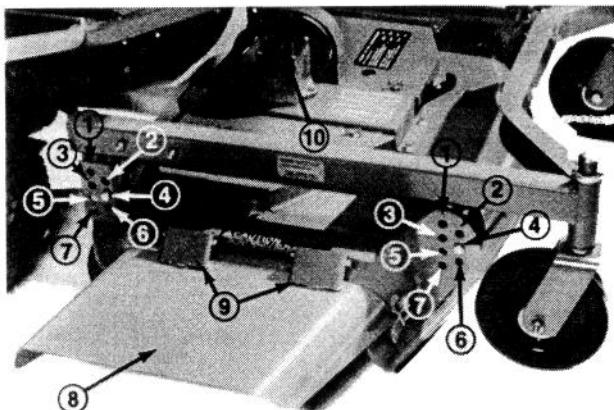

Bild 1
Die Schnitthöhe ist einstellbar von 25 bis 102 mm in Abstufungen von 13 mm, indem vier Steckstifte in verschiedene Positionen in die Schnitthöheneinstellprofile an den Ecken des Schnittwerkes eingesteckt werden (Bild 1).
Das Prallblech (Bild 1) ist eine Schutzvorrichtung, die Schnittgut und andere ausgeworfene Fremdkörper nach unten ablenkt. Ohne am Schnittwerk montiertes Prallblech und unter Federdruck stehenden Scharniere, mit denen das Prallblech abgesichert ist, können die Messer Schnittgut und Fremdkörper mit solcher Kraft aus dem Auswurfschlitz heraus-schleudern, daß Personen verletzt oder Gegenstände beschädigt werden könnten. Sind Prallblech oder Federscharniere abgenutzt, zerbrochen oder defekt, müssen betroffene Teile instand gesetzt oder ausgetauscht werden. Das Schnittwerk nie ohne montiertes Prallblech benutzen. Immer sicherstellen, daß der Auswurfschlitz in der tiefstmöglichen Stellung ist.
2. Das Schnittwerk nach allen 50 Betriebsstunden so absenken, daß die Laufrollen auf einer ebenen Fläche stehen. Sicherstellen, daß sich alle Schnitthöhensteckstifte auf gleicher Einstellhöhe befinden. Den Bereich um die Getriebeabdeckung (Bild 1) reinigen, um einem Eindringen von Schmutz in das Getriebe vorzubeugen. Die Schrauben entfernen, mit denen die Abdeckung abgesichert ist. Den Schmierölstand im Getriebe kontrollieren. Bei niedrigem Ölstand, SAE E.P. 90 Öl nachfüllen, bis der Ölstand die horizontale Welle (Antrieb) im Getriebe erreicht. Den Dichtungszustand kontrollieren. Bei Bedarf sind